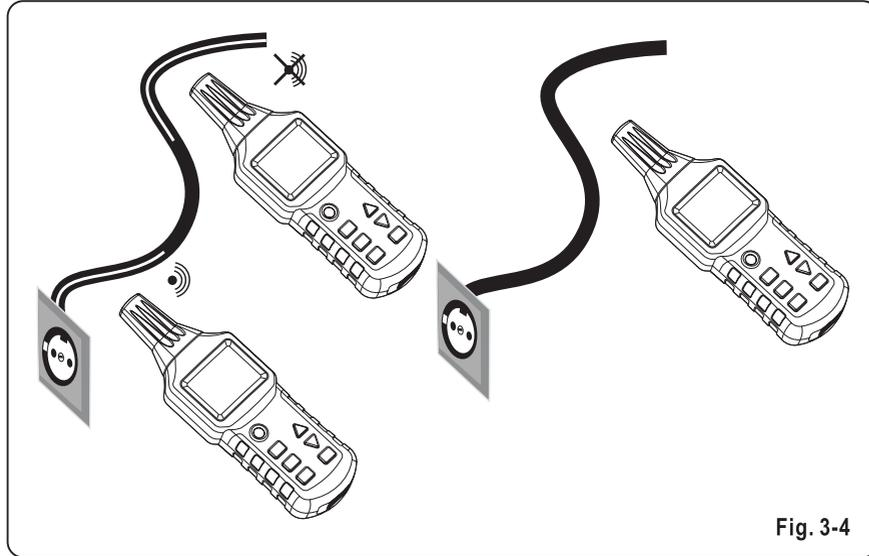

Fig. 3-4
- > Le mesurage doit être effectué comme illustré à la Fig. 3-4;